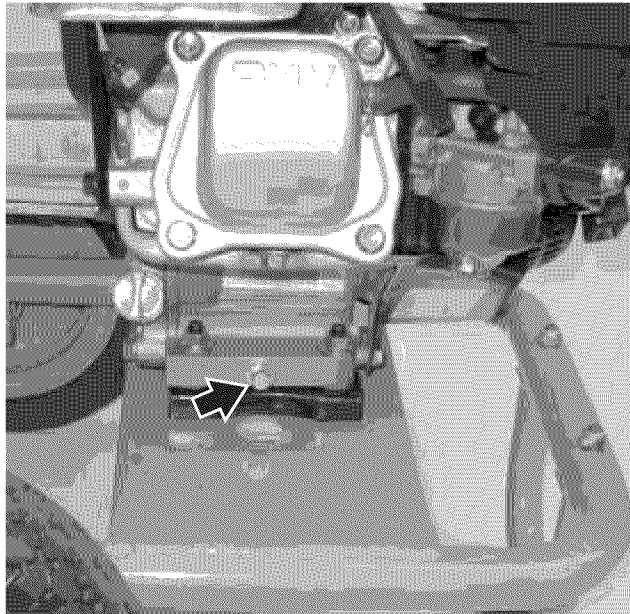

Figura 55 – Tapón de drenaje del aceite – WP3000Z
6. Retire el tapón de llenado de aceite (*Ver Figura 55*). Después de hacerlo, coloque el tapón de drenaje del aceite sobre una superficie limpia.